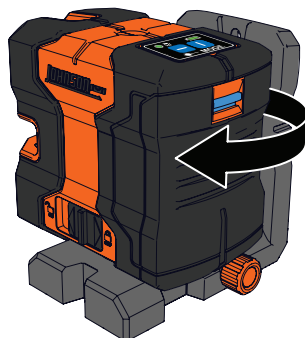
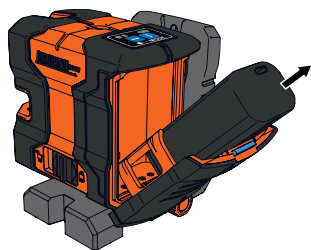

Figura 3
Figura 5
1. Si se inserta una batería de iones de litio en la unidad, abra el compartimiento de la batería. (Figura 3 - Figura 5)
1. Gire el láser de líneas cruzadas, de modo que se pueda acceder a la parte trasera de la unidad. (Figura 3)
(Figura 5)